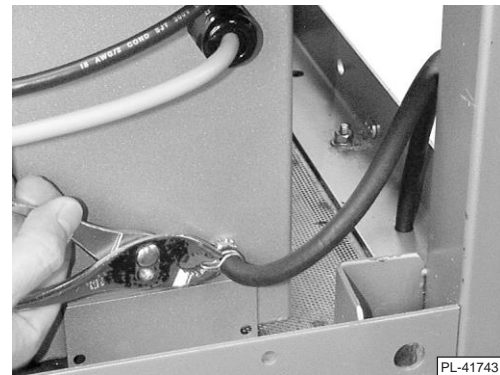

Fig. 3
4. Pase la manguera a través del orificio (Fig. 3).
8. Deslice la abrazadera en la manguera, a una distancia de 0.653 cm (1/4") del extremo de la manguera (Fig. 3) para que quede bien ajustada.